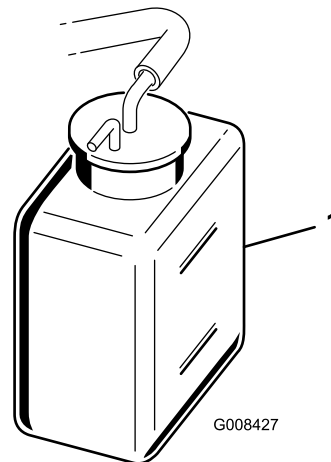

Figura 31
2. Verifique o nível do líquido de arrefecimento (Figura 31). Deve estar entre as linhas no depósito de expansão, com o motor frio.